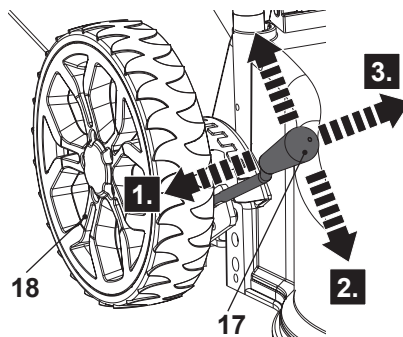

Fig. 14
1. Puxe a alavanca para o ajuste da altura de corte (17) em direção à roda traseira (18) (Fig. 14, etapa 1) e, em seguida, mova-o para frente ou para trás até à desejada altura de corte (Fig. 14, passo 2).
2. Solte a alavanca (17) e verifique se encaixa no lugar corretamente (Fig. 14, etapa 3).